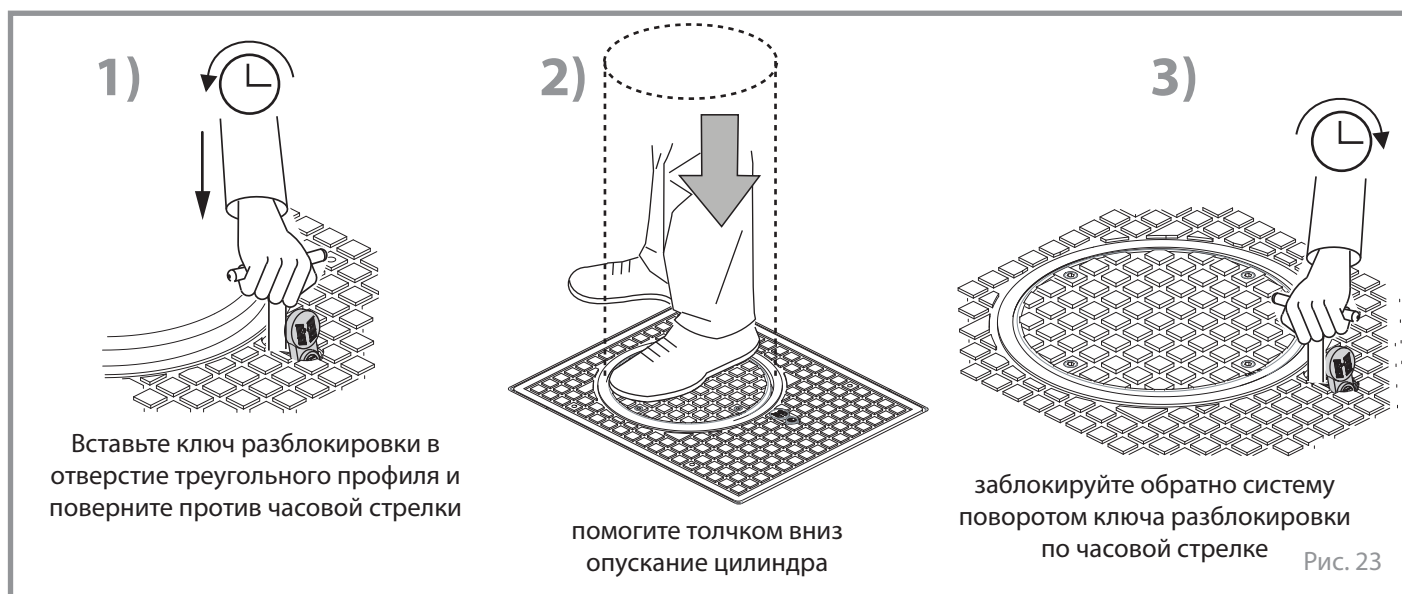

Рис. 23
**ВНИМАНИЕ:** цилиндр должен быть полностью опущен. В случае, если при выполнении пусконаладочных работ цилиндр поднимается, даже частично, разблокируйте систему, опустите цилиндр до упора и заблокируйте ключём разблокировки (Рис.23).